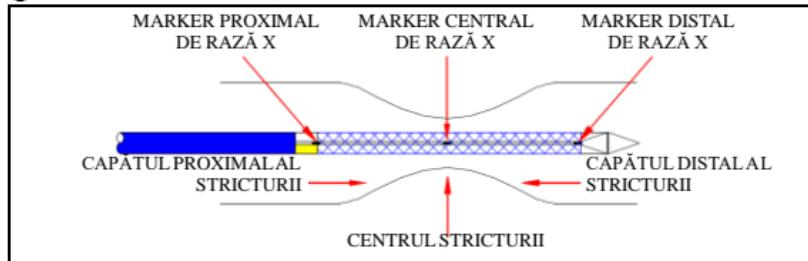

Figura 4
- Atunci când markerul central de raze X ajunge în centrul stricturii ţintă, continuați să trageți înapoi conectorul în formă de până când stentul este complet instalat. (A se vedea Figura 4, 5)